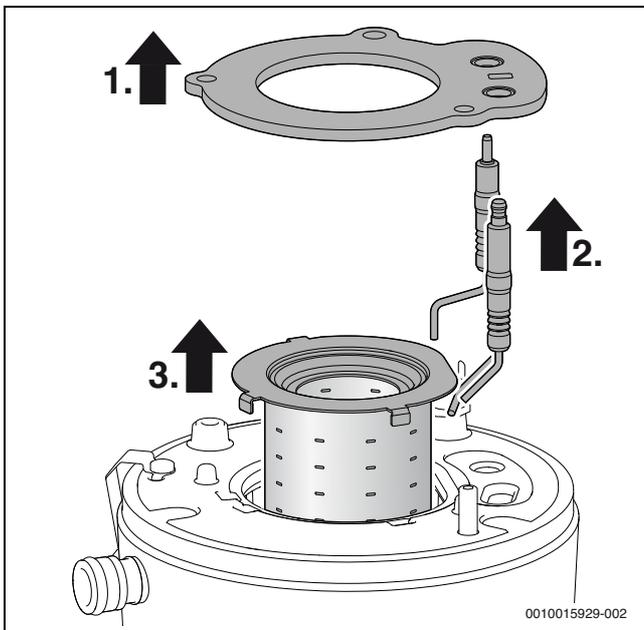

Fig. 53 Retirer le brûleur
- ▶ À chaque ouverture du brûleur, remplacer le joint du brûleur (→ fig. 53, pos. [1]) et tous les autres joints affectés par la mesure.